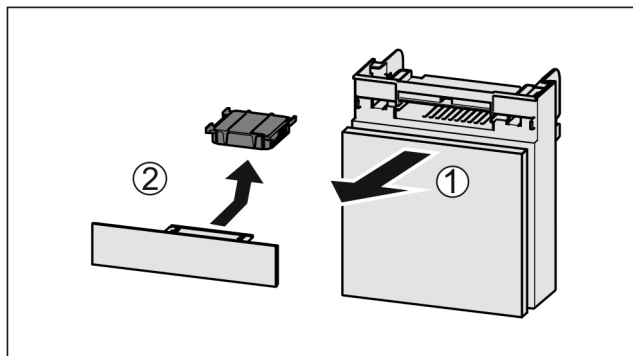

Fig. 142
- Wyciągnąć Fig. 142 (1) komorę do przodu.
- Wyjąć Fig. 142 (2) filtr z węglem aktywowanym.